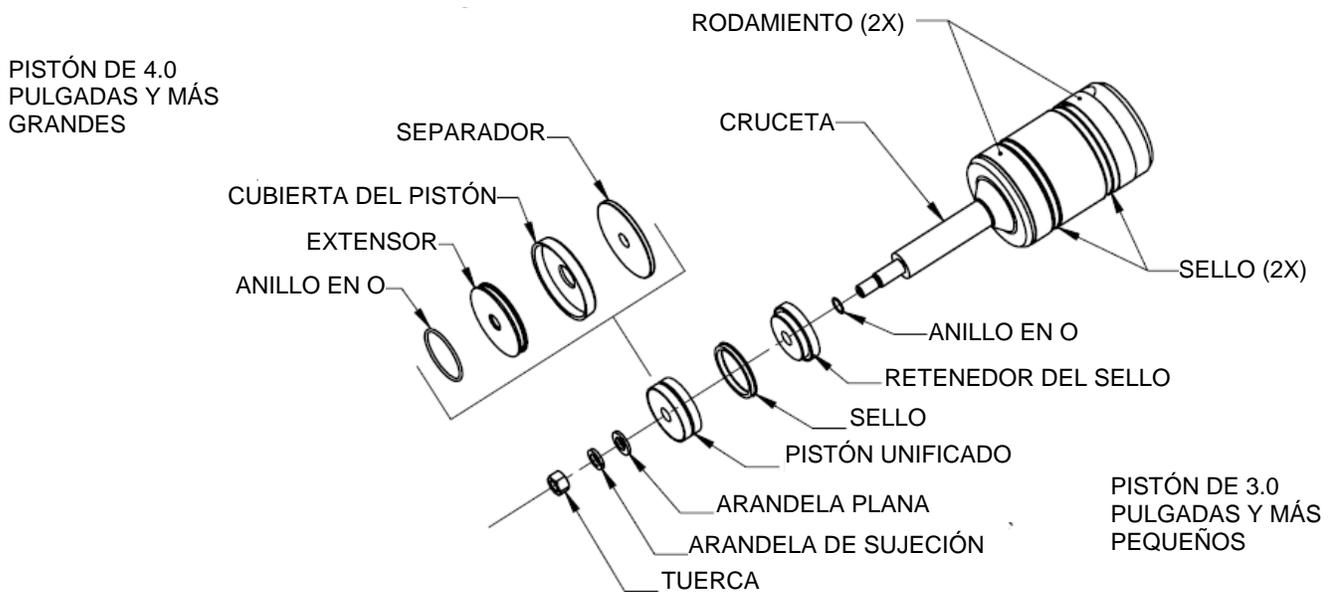

Figura 21
- 1.6 Asegúrese de que todos los componentes se deslicen de vuelta hacia el extremo enroscado de la cruceta hasta que lleguen al fondo (consulte la Figura 21).
- 1.5 Asegúrese de que todos los componentes se deslicen de vuelta al extremo enroscado de la cruceta hasta que lleguen al fondo (consulte la Figura 21).